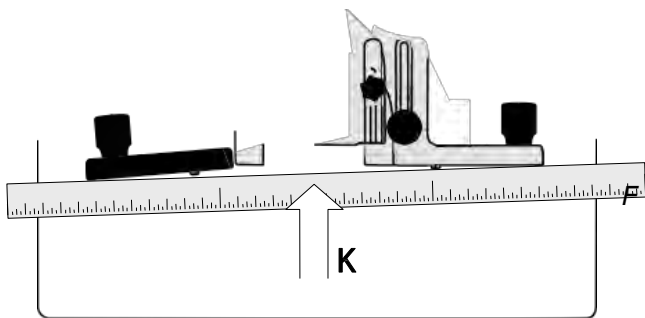
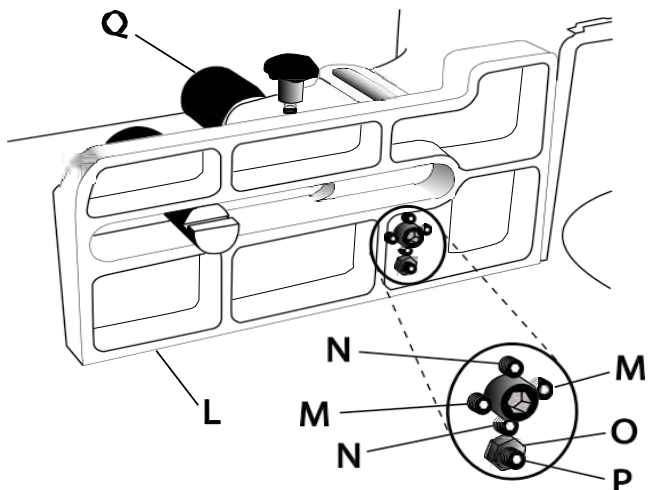

Рисунок 8
Рисунок 10
6. Снимите оба профиля (J₁, J₂) и прижмите линейку к корпусам подающего и отводящего упоров (Рисунок 8).
- Поддерживайте постоянное давление линейки на корпуса упоров (K, Рис. 8). В то же время попытайтесь выровнять оба упора в одной плоскости, как показано на Рисунке 9. Это достигается путем попеременной регулировки двух установочных винтов (M, Рис.10) на передней поверхности корпуса (L, Рис.10) с помощью шестигранного ключа на 3 мм с последующим перемещением корпуса устройством для точной регулировки упора. (Q, Рис. 10) по мере необходимости.
Важно: Рекомендуется поворачивать регулировочные винты (M, Рис. 10) с шагом 1,6 мм или менее за раз.
- Прижмите угольник к корпусу упора (L, Рис.10) и столу.
- Если требуется регулировка, выполните ее установочными винтами N (Рис. 10).
2. Используя гаечный ключ на 10 мм, ослабьте контргайку (O, Рис. 10), которая фиксирует установочный винт нулевого положения (P, Рис. 10) на корпусе (L, Рис. 10).
3. Ослабьте или затяните установочный винт (P, Рис.10), как того требует ситуация, чтобы выровнять корпуса упоров, как показано на Рисунке 11-М.
4. Затяните контргайку (O, Рис. 10).